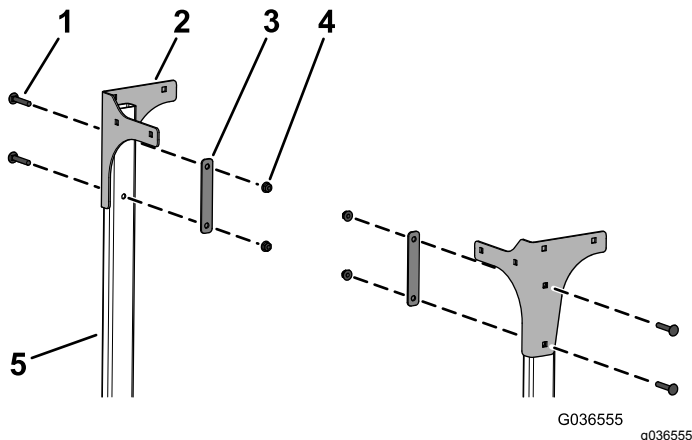

Figure 8
7. Fixez légèrement les plaques arrière gauche et droite aux tubes à l'aide de 4 boulons de carrosserie (5/16" x 1³/₄"), 2 plaques d'appui et 4 écrous à embase (5/16"), comme montré à la Figure 8.